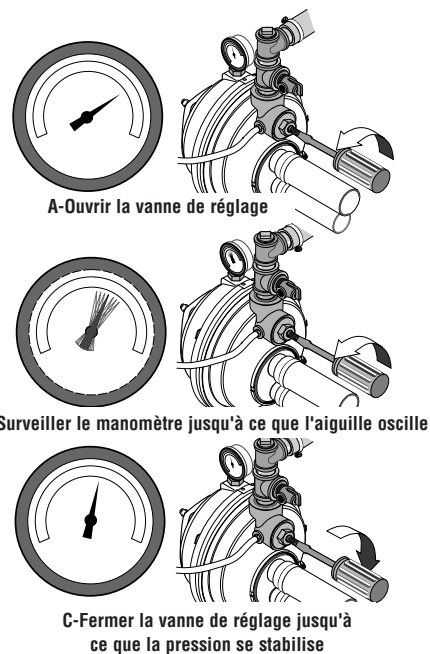

Figure 17 : Régler la vanne de réglage
- 5 ° Lorsque la pression s'est accumulée et stabilisée à environ 50 lb/po², ouvrir lentement la vanne de réglage (voir la Figure 17) et laisser chuter la pression jusqu'à ce que l'aiguille du manomètre commence à osciller. Pendant que l'aiguille oscille, fermer suffisamment la vanne de réglage pour arrêter l'aiguille d'osciller (voir la Figure 17). La pompe fonctionne maintenant à son point le plus efficace.